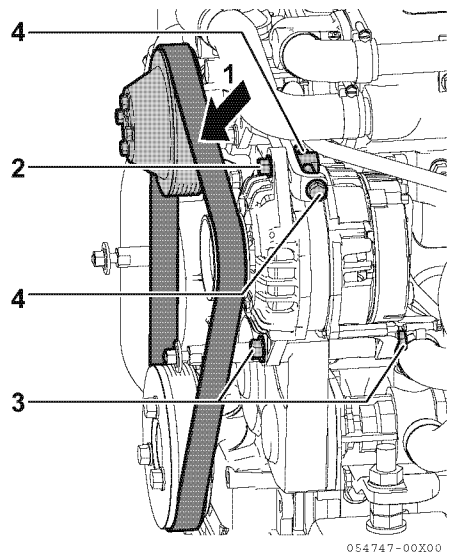

Figura 4
- Verifique a correia premindo no meio da correia (**Figura 4, (1)**) com o seu dedo.
- Desaperte os 3 parafusos do alternador (**Figura 4, (2) (3) (4)**).
4. Aparafuse o parafuso de ajuste (**Figura 4, (4)**) e mova o alternador para ajustar devidamente a tensão da correia.